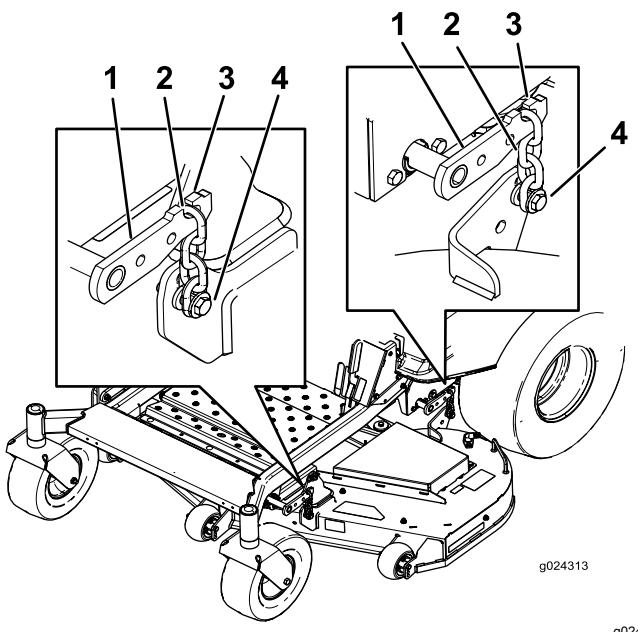

Figura 64
- Retire las cadenas de los ganchos de los brazos de elevación de la carcasa (Figura 64).
6. Eleve la parte trasera de la carcasa de corte y conecte las cadenas a los brazos de elevación traseros (Figura 64).
7. Conecte las cadenas delanteras a los brazos de elevación delanteros (Figura 64).